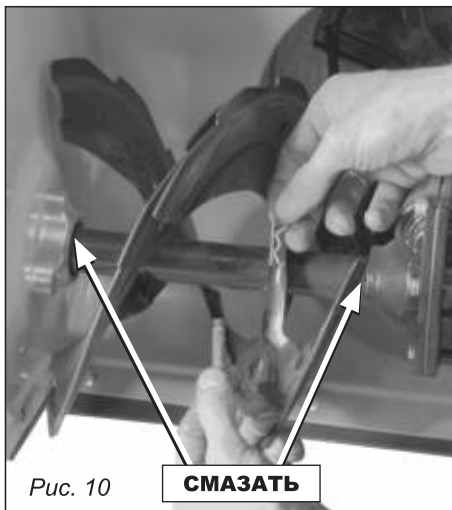

Рис. 10
- Залейте смазку в вал и вокруг прокладочных колец. Также смажьте подшипники на каждом конце шнека (см. рис. 10).